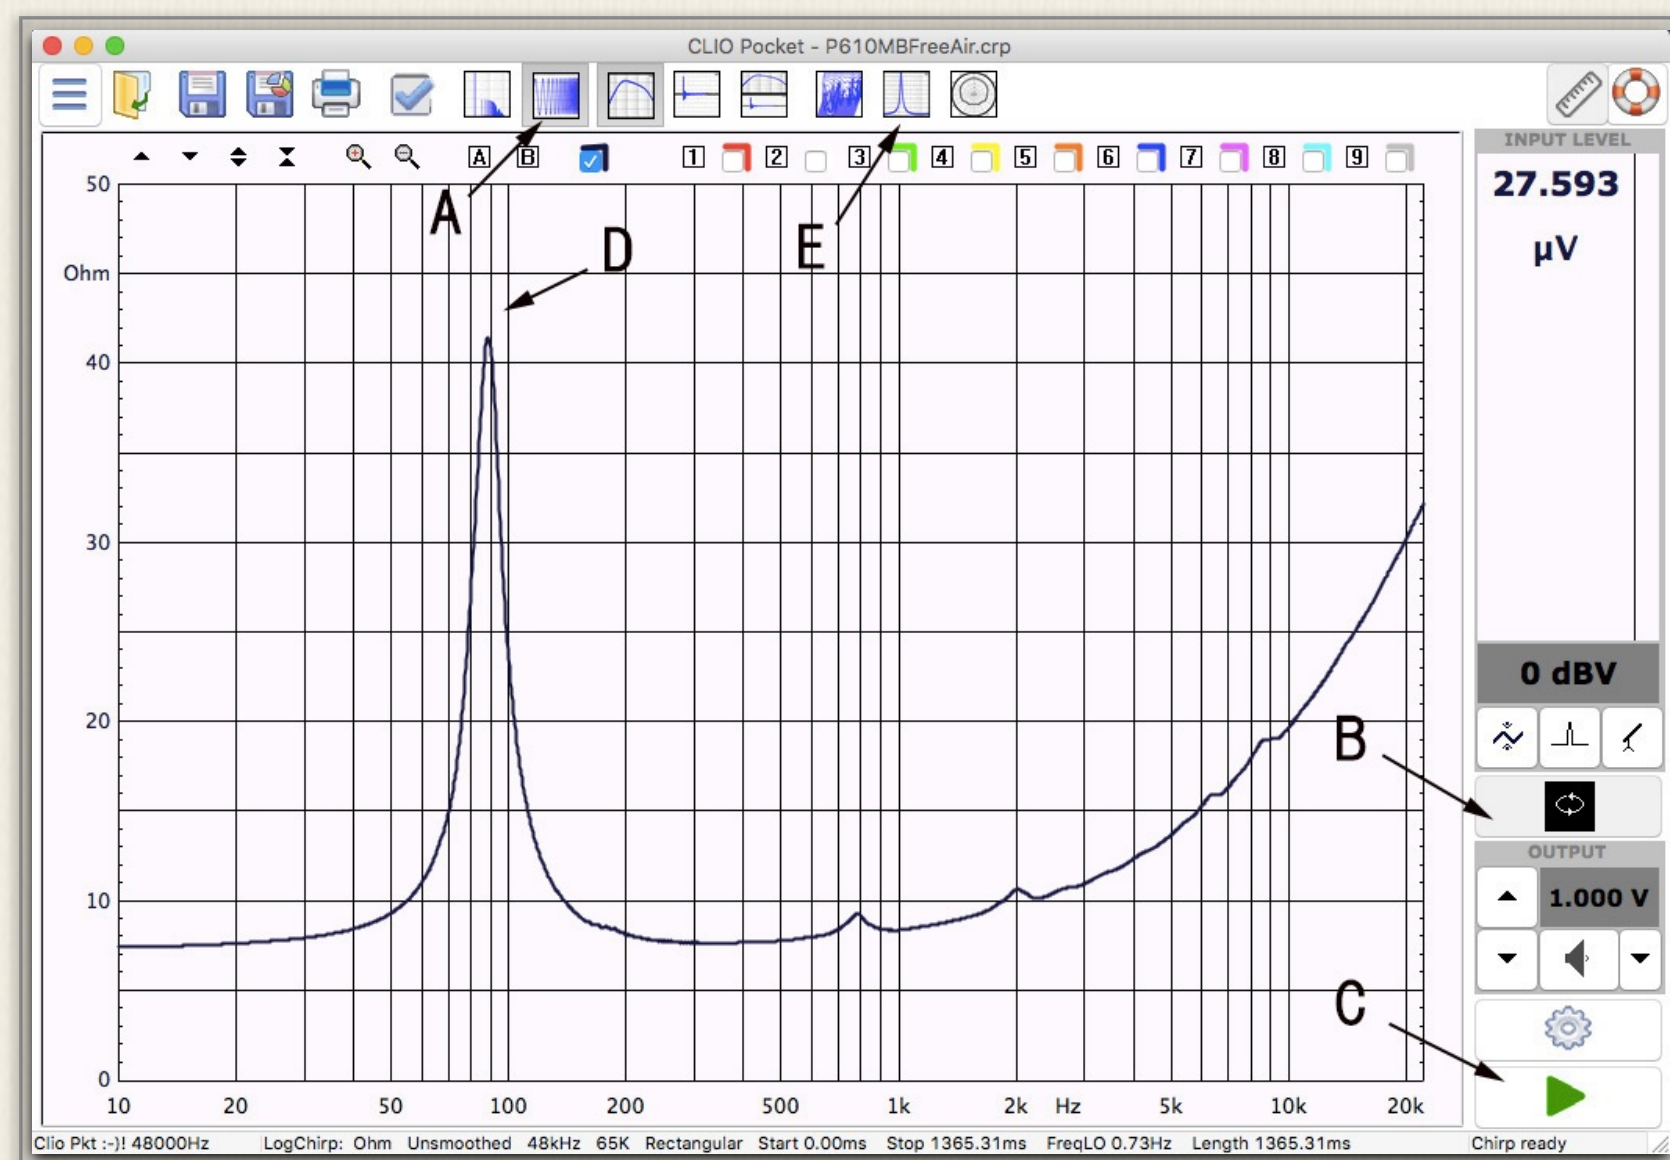
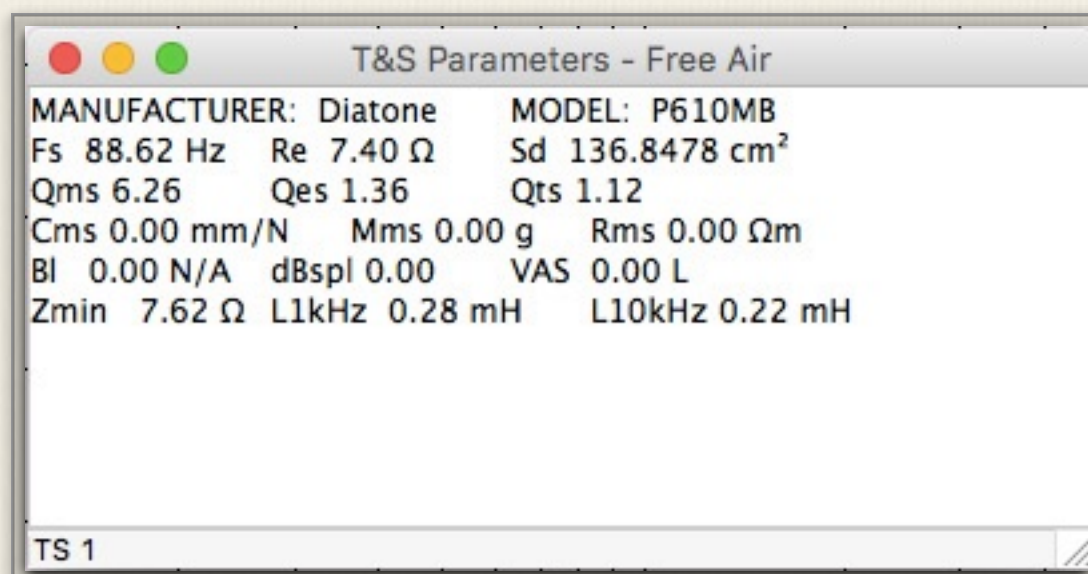

図3-5 インピーダンス特性
図3-7 「T&S パラメーター（自由空間）」画面
- ③ 図3-5矢印Aで「LogChirp」を選択
- ④ サイドバー矢印Bでループバック設定を行う
- ⑤ 矢印Cで測定スタート
⑤ 「OK」で戻る
⑥ 図3-5の矢印Eをクリックして、自由空間インピーダンス特性から計算されるT&Sパラメーターを図3-7に表示する。